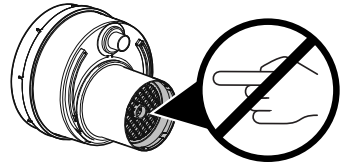

Figure 1 – Prévention de l'endommagement des matériaux du filtre
- NE PAS toucher les matériaux de filtration (Figure 1). Les matériaux de filtration filtrent l'air extrait de la ou des cuves de recueil des liquides du Nomade avant l'échappement de l'air. Le non-respect de cette consigne peut endommager les matériaux de filtration et entraîner des blessures au patient et/ou au personnel soignant.